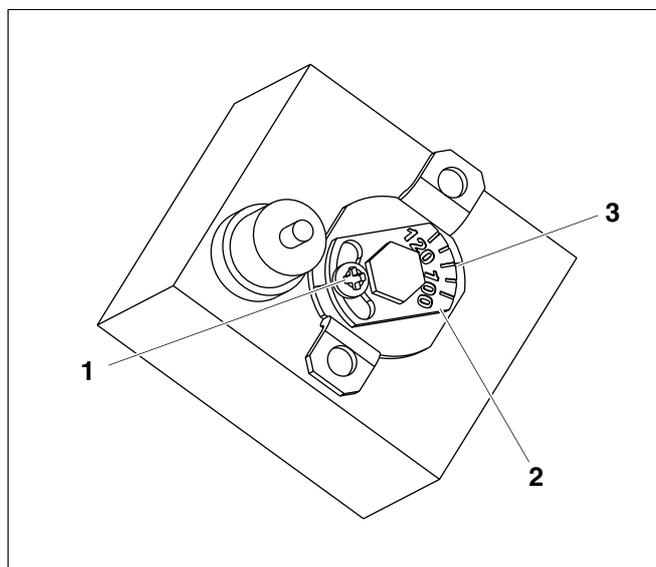

Рис. 3 Вариант А
2.2.1 Рис. 3 Вариант А
- Ослабить винт (рис. 3, поз. 1).
- Настраечный винт с температурной шкалой (рис. 3, поз. 2) установить на нужную температуру (рис. 3, поз. 3).
- Затянуть винт (рис. 3, поз. 1).